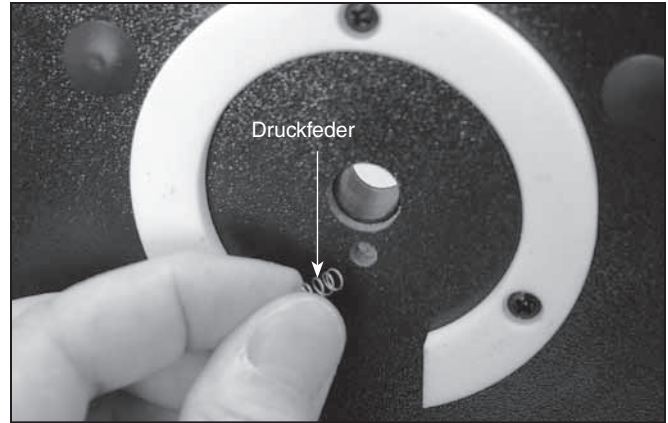

Abbildung 11. Setzen Sie die Druckfeder in die kleine Bohrung ein, die sich direkt unter der großen Bohrung für die Schraube der Höhenachse befindet.
14. Schieben Sie die Druckfeder in die Bohrung, die sich genau unter der Bohrung für die Schraube der Höhenachse an der Innenseite der Seitenwand befindet. Wenn Sie sie so weit wie möglich hineinschieben, ragt die Druckfeder einige Millimeter aus der Bohrung heraus (**Abbildung 11**).